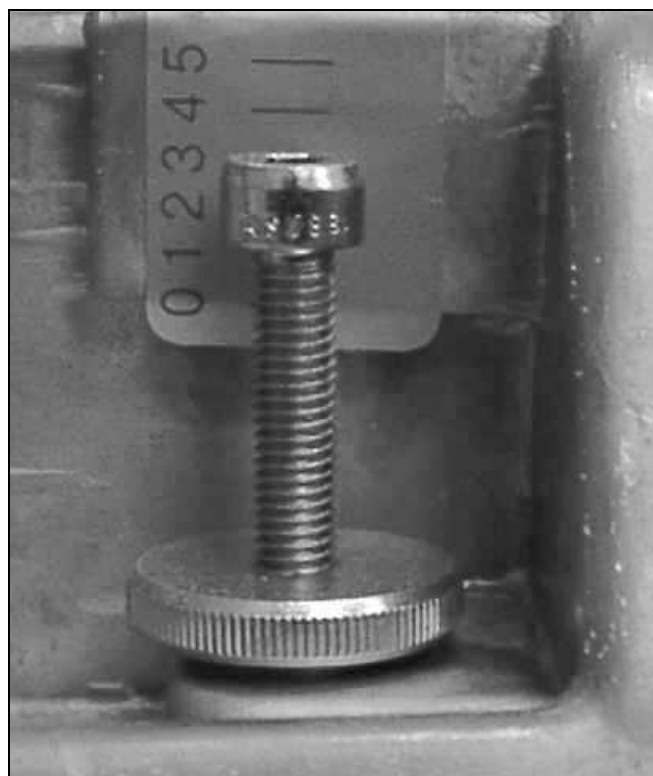

Рис. 6: Настройка воздушной заслонки
b) Настройка воздушной заслонки. Настройка производится при помощи регулировочного винта (см. Рис. 6). Кант головки винта на уровне «0»-означает «min». Воздушную заслонку регулировать до тех пор пока уровень CO_2 не достигнет максимального значения, а уровень CO -значения менее 0,1%. При настройке следует иметь ввиду, что при избыточном количестве воздуха количество не полностью сгоревшего газа (CO -Wert) возрастёт.